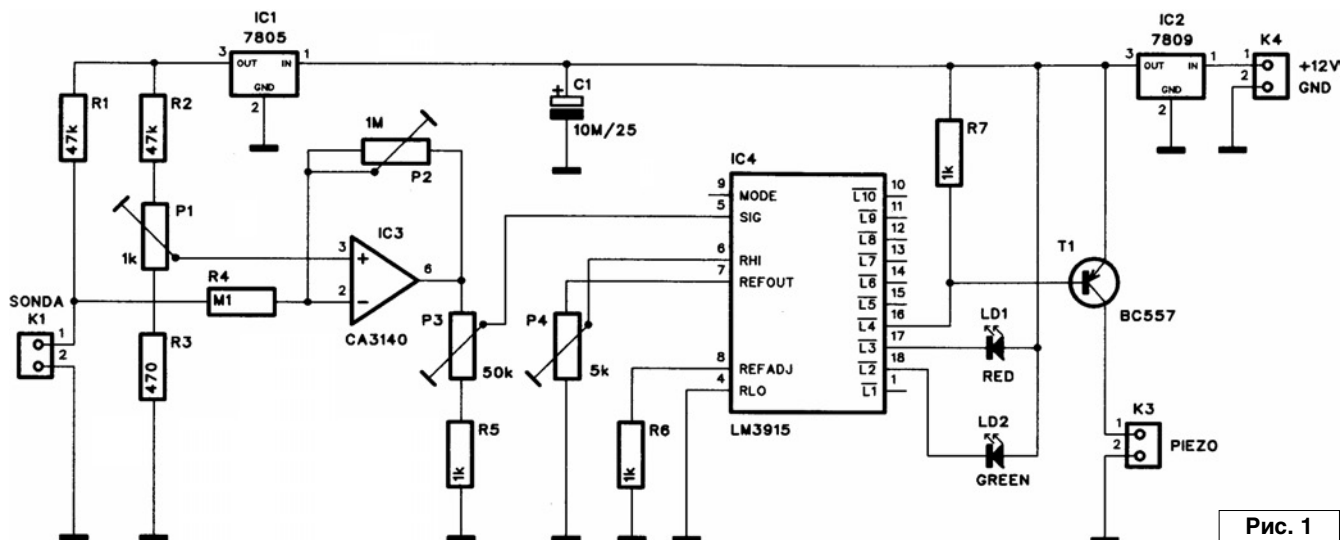

Рис. 1
В данной конструкции используется температурная зависимость падения напряжения на диоде с коэффициентом порядка 2 мВ на 1°C. Напряжение с контактов K1 SONDA подается на инвертирующий вход операционного усилителя IC3 типа CA3140 – **рис. 1**. Потенциал неинвертирующего входа этого ОУ выставляется при настройке схемы подстроечным сопротивлением P1. Коэффициент усиления ОУ задается значением сопротивления P2. Выходной сигнал операционного усилителя IC3 снимается с движка подстроечного сопротивления P3 и подается на вход SIG (вывод 5) микросхемы индикации IC4 LM3915.
- вывод 9 (MODE) управляет режимом свечения светодиодов нагрузки микросхемы. При нулевом потенциале на этом выводе будет режим светящейся “линии”, а при высоком потенциале на этом выводе – режим светящейся “точки”. Последний и используется в описываемой схеме **рис. 1**;
- яркость свечения выходных светодиодов определяется значением номинала сопротивления P4. Ток через светодиод нагрузки равен:  $I [\text{mA}] = 12,5 / RP4 [\text{kOhm}]$ . В схеме **рис. 1** минимальный ток светодиодов примерно равен 2...3 мА.
Следующей особенностью схемы **рис. 1**, на которую, к сожалению, не обращено внимание читателей в публикации [1], являются требования к типу пьезоизлучателя, подключаемого к контактам колодки K3. В случае превышения на входе микросхемы IC4 определенного уровня на выводе 16 этой микросхемы появляется низкий уровень. Это по замыслу авторов [1] приводит к насыщению транзистора T1, что вполне логично,